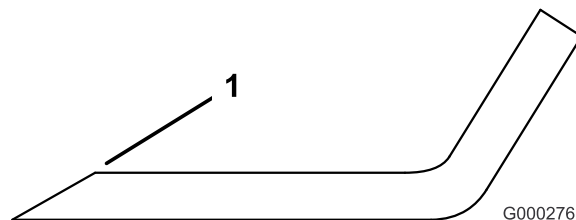

Рисунок 101
3. Проверьте режущие кромки на всех ножах. Заточите режущие кромки, если они затупились или выщерблены. Для обеспечения остроты затачивайте только верхнюю сторону режущей кромки и сохраняйте первоначальный угол заточки (Рисунок 101). Балансировка ножа не нарушается, если с обеих режущих кромок удаляется одинаковое количество материала.
Если вы допустите износ ножа, то между загибом и плоской частью ножа образуется бороздка (Рисунок 101). В конце концов часть ножа может отломиться и будет выброшена из-под корпуса, возможно, причинив тяжелую травму оператору или посторонним людям.